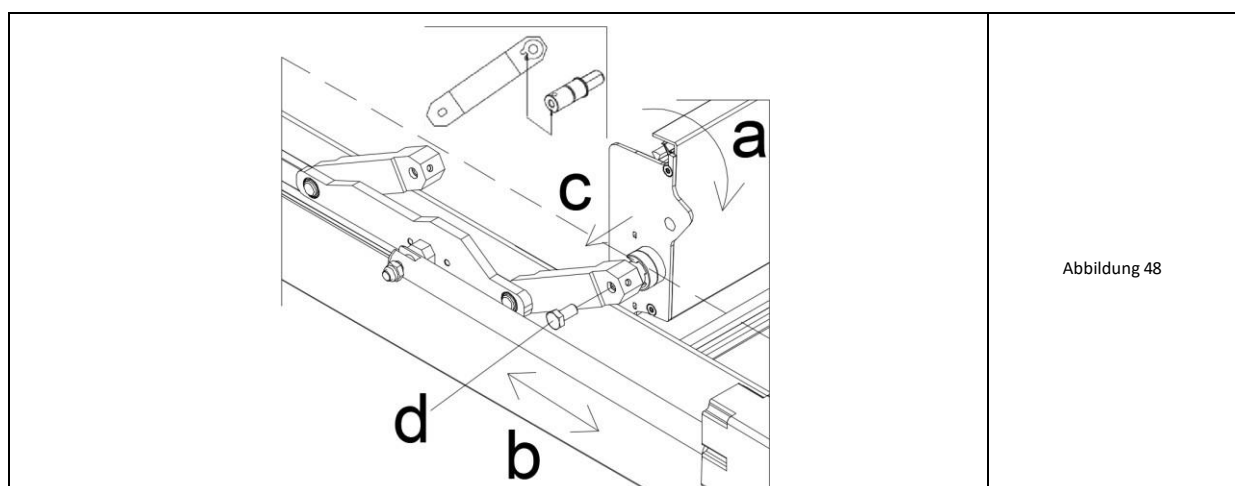

Abbildung 48
6. Reihenfolge der Befestigung der Feder am Antrieb (Abb. 48): a) Die Feder in die vertikale Position drehen und festhalten. b) Mit Hilfe des Montagekabels den Kolben des Motors verschieben, damit der Motorarm gedreht und auf den Bolzen der Feder geschoben werden kann. c) Den Blattbolzen in die Öffnung im Arm schieben und dabei die Verzahnung in der Öffnung des Arms in die Aussparung am Bolzen einpassen (siehe Detail oben in Abb. 48); d) Den Arm mit dem Blattbolzen verbinden, indem die Sechskantschraube M8x16 mit etwas Spielraum eingeschraubt wird.